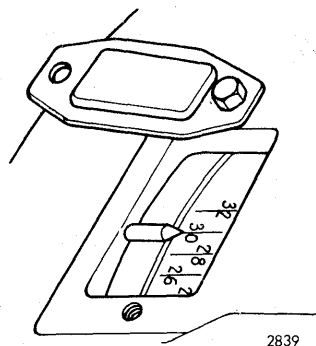

Fig. 18. Svinghjulets indstillingsmærker.
1. Drej motoren i normal omløbsretning til 30° mærket på svinghjulet (fig. 18) flugter med pilen, og stemplet i cylinder nr. 1 (den forreste) befinder sig i sidste del af kompressionsslaget.
9. En efterkontrol foretages ved at dreje motoren noget tilbage mod den normale omløbsretning og derefter i den normale omløbsretning, indtil prøverørets plane topflade netop fugtes - 30° mærket på svinghjulet skal nu flugte med pilen (fig. 18).